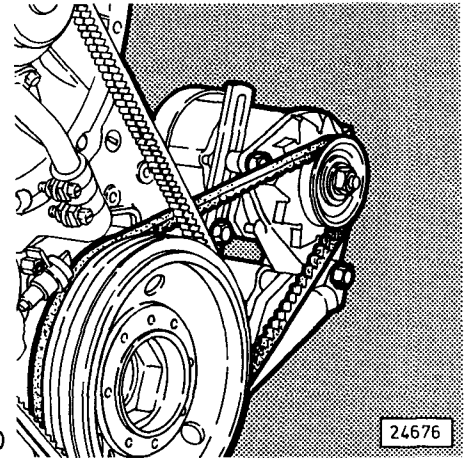

Fig. 30
- **Retension V-belts** (Fig. 30).